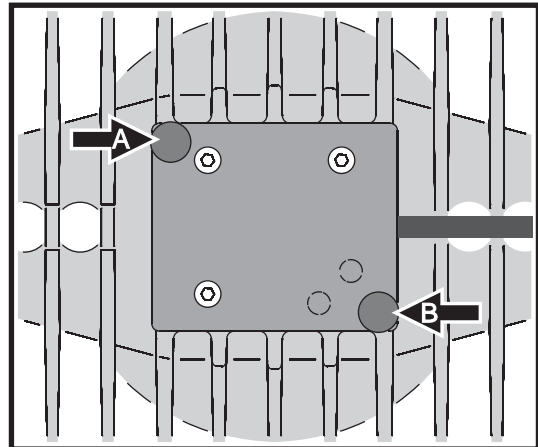

Bild 2: Halteschrauben des Lampenschachtes
2. Die Lampenfassung ist Bestandteil der Lampenabdeckung. Siehe Bild 2. Entfernen Sie die beiden Torxschrauben **A** und **B** der Lampenabdeckung und ziehen Sie das Modul vorsichtig aus dem Gerät, bis das Leuchtmittel entfernt werden kann. Vermeiden Sie starken Zug der Anschlussdrähte der Lampenfassung. Fassen Sie das Leuchtmittel an seinem Keramiksockel und ziehen Sie es aus der Fassung..